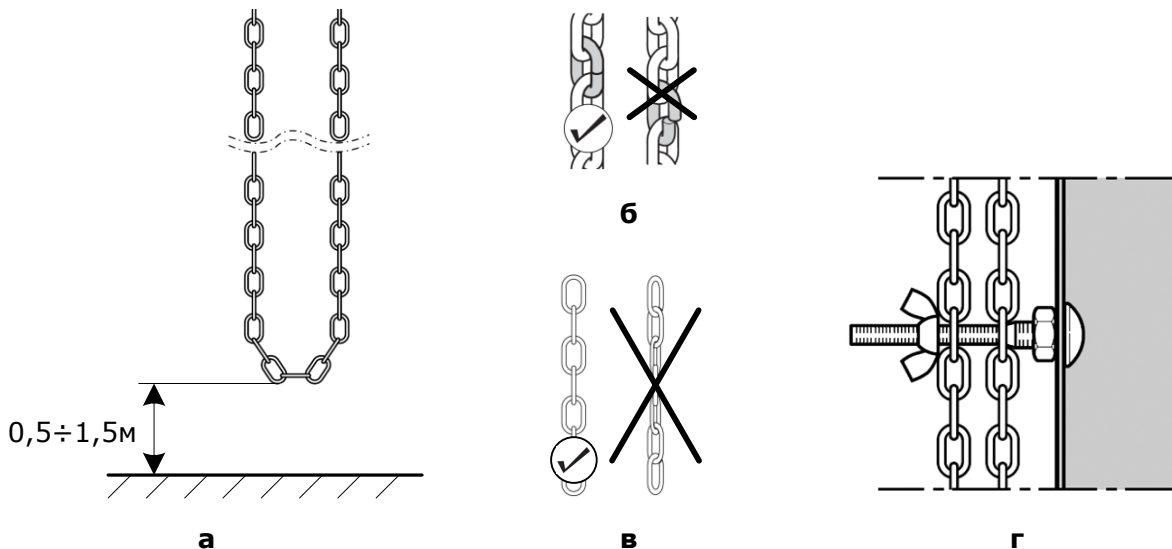

Рис. 4. Условия правильного функционирования цепи ручного управления
- Край цепи аварийного ручного управления в собранном состоянии должен находиться на высоте $0,5 \div 1,5$ метра (рис. 4а). При необходимости удлините или укоротите цепь.
- Концы аварийной ручной цепи должны быть соединены друг с другом. Кромки соединительного звена цепи должны располагаться точно друг над другом (рис. 4б).
- Аварийная ручная цепь ни в коем случае не должна быть перекручена (рис. 4в), так как в противном случае могут возникнуть неисправности в работе аварийного ручного управления.
- Во избежание защемления аварийной ручной цепи при движении ворот, и чтобы не создавать помех движению людей и оборудования, нижняя часть цепи должна быть зафиксирована (рис. 4г).